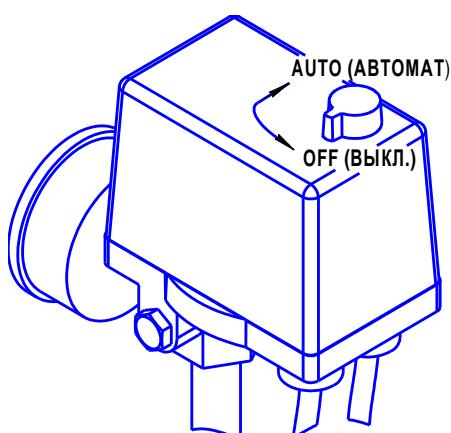

Рисунок 3
- 1 Проверьте, чтобы выключатель на маностате находился в выключенном положении "OFF" (см. рисунок 3).